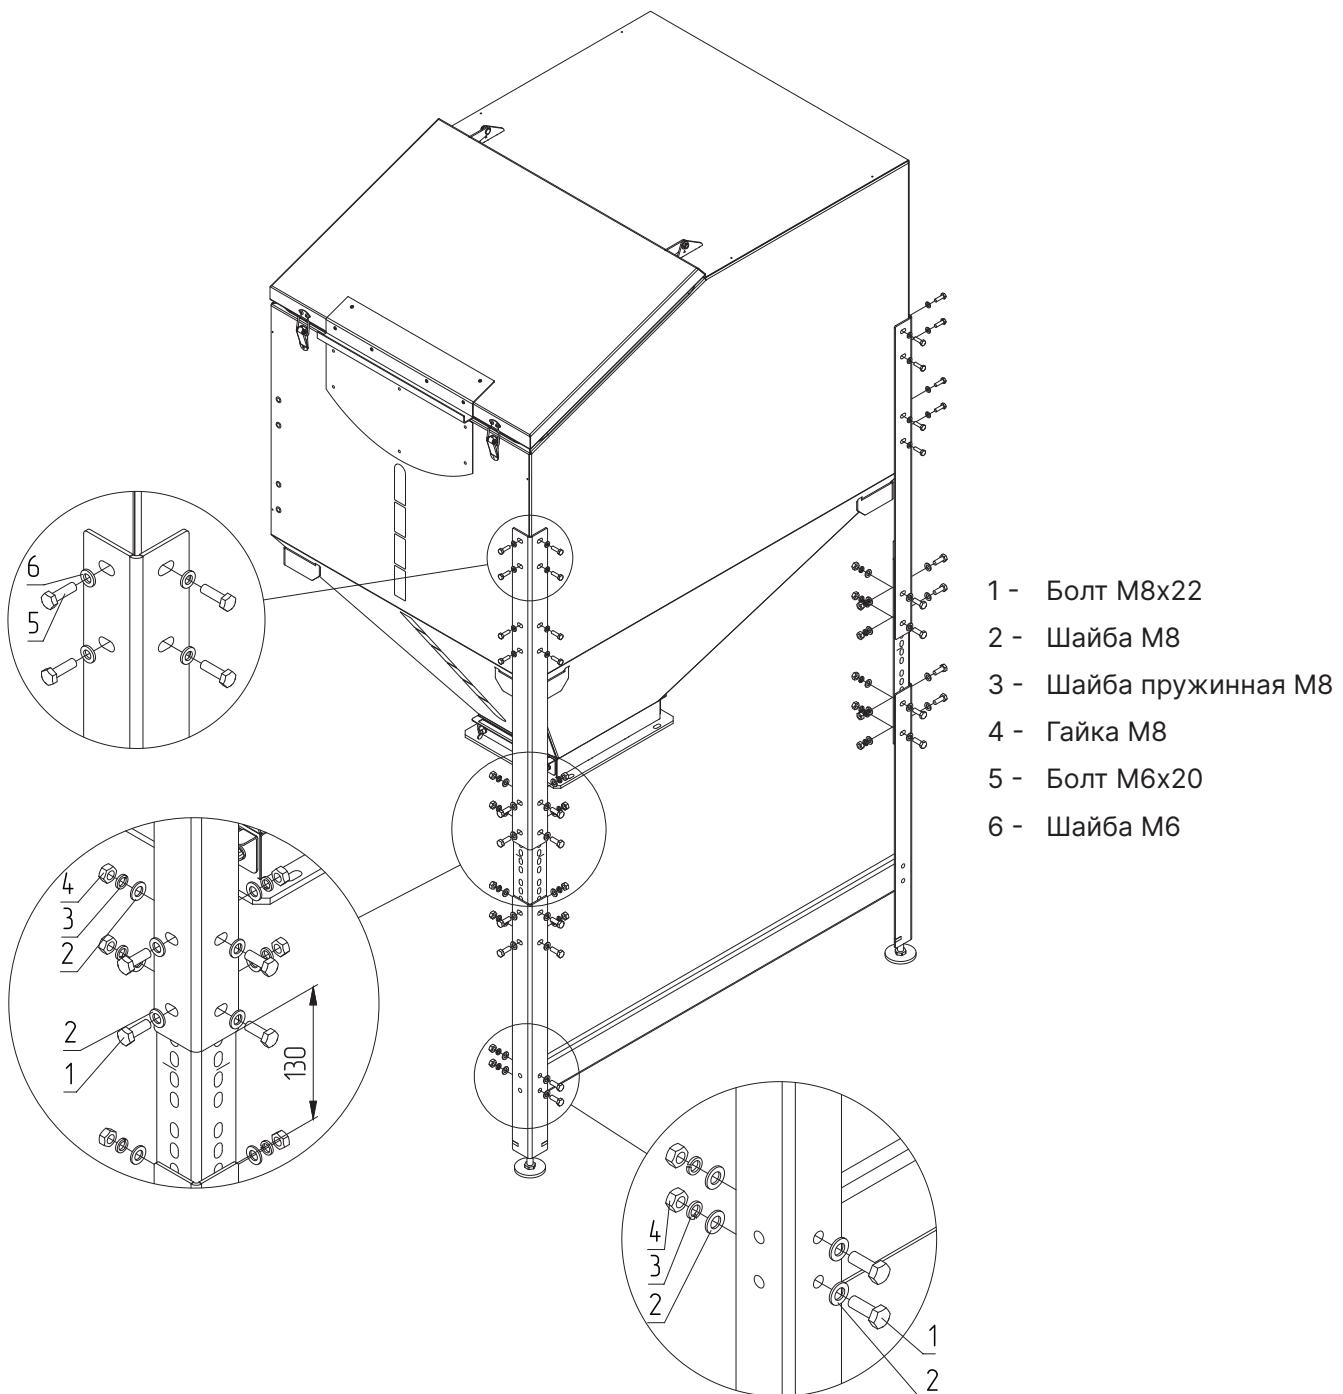

Рис.10 Сборка бункера 700 литров
1. Зафиксируйте нижнюю опору бункера на ножках бункера с помощью крепежей (Рис.10, поз.1-6);